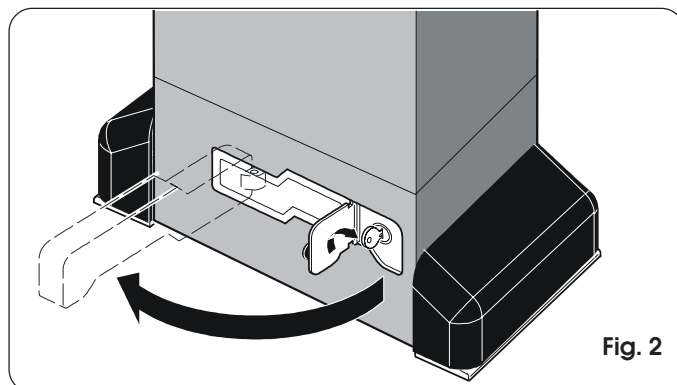

Fig. 2
- 3) Draai de sleutel met de klok mee en trek aan de ontgrendelhendel zoals op fig. 2.